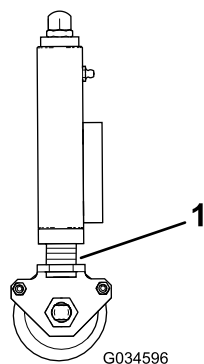

Bild 31
2. Stellen Sie sicher, dass alle Mähwerke auf dieselbe Schnitthöhe eingestellt sind, und achten Sie auf die Anzeigeringe (Bild 31).